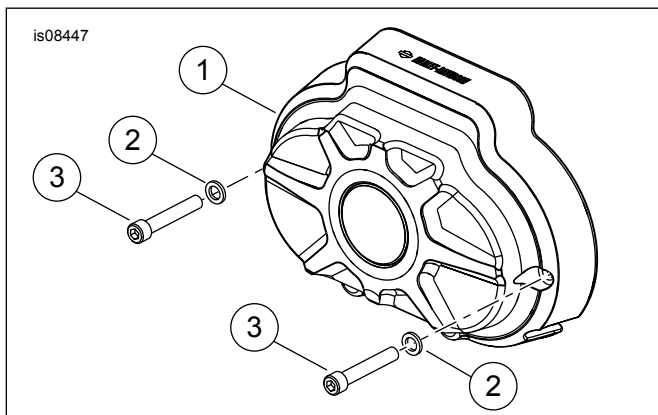
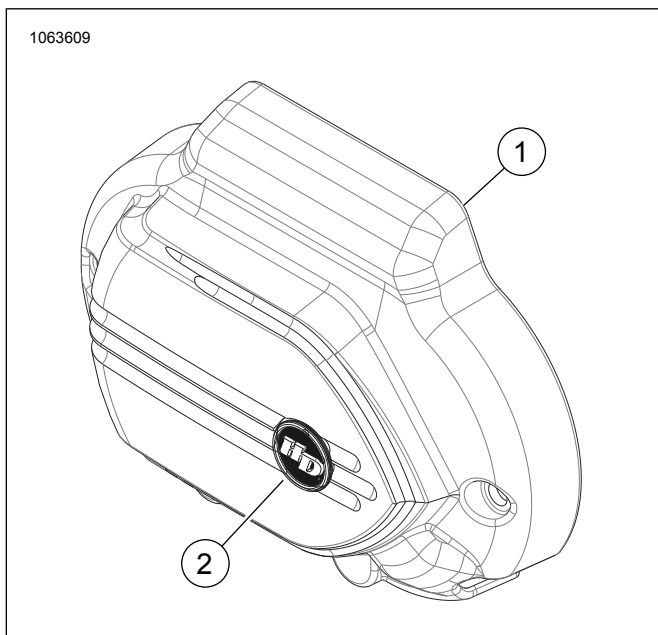
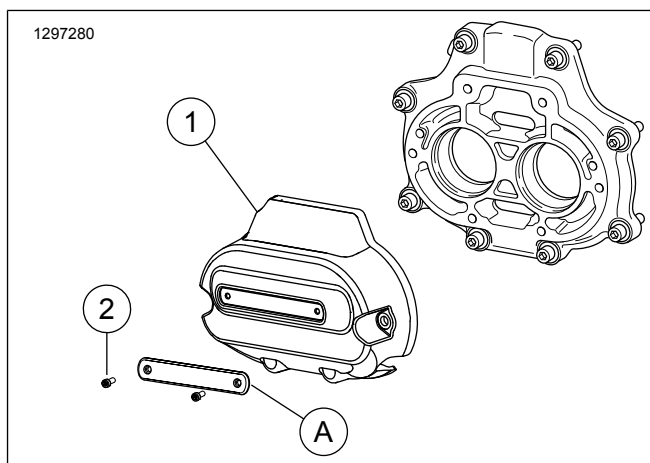

Abbildung 2. Burst-Getriebeseitenabdeckung (für Satz 3480026)
Abbildung 3. Getriebeabdeckung seitlich
Abbildung 4. Dominion Getriebe-Seitenabdeckung
Siehe Abbildung 2, Abbildung 3, Abbildung 4 und Tabelle 1, Tabelle 2, Tabelle 3
- Siehe Abbildung 4 >. Schrauben (2) aus den Einsatzfächern entfernen und aufbewahren.
- Einsatz (A) mit den Schrauben (2) anbringen. Festziehen. Drehmoment: 2,03 N·m (18 in-lbs)